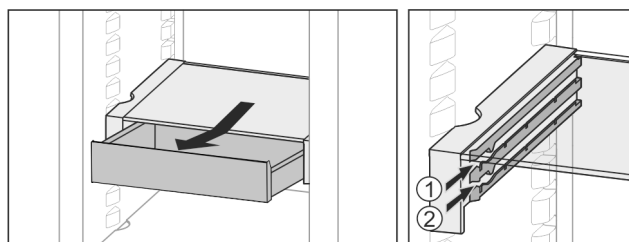

Fig. 26
- ▶ Introduceți la înălțimea dorită Fig. 26 (1) sau Fig. 26 (2).